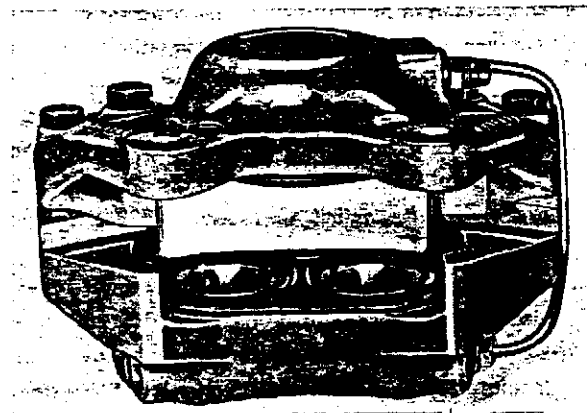

Abb. 19 Kolben eingebaut
3. Die Kolben mit dem geschlossenen Ende zuerst anbringen. Die Kolben bis zum Anschlag hineinpresse und zusehen, daß die Gummikappen in die Kolbennuten eingeführt werden, siehe Abb. 19.